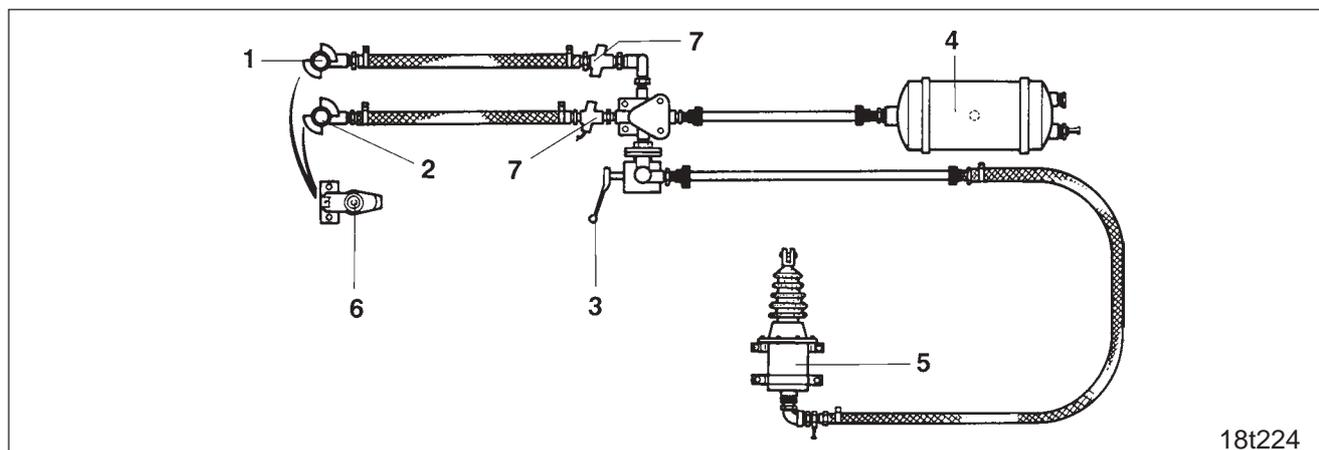

Fig. 40.7
2. Kupplungsköpfe vor dem Einkuppeln auf Sauberkeit überprüfen und auf richtiges Einrasten achten! Der Kupplungskopf (Fig. 40.7/1) für die Bremsleitung ist gelb markiert. Der Kupplungskopf (Fig. 40.7/2) für die Vorratsleitung ist rot markiert.
4. Handgriffstellung des Bremskraftreglers (Fig. 40.7/3) kontrollieren!
5. Falls erforderlich, Luftbehälter (Fig. 40.7/4) entwässern!
7. Bremszylinderkolbenhub kontrollieren! Der Hub des Bremszylinders (Fig. 40.7/5) darf nur zu zwei Drittel ausgenutzt werden, sonst Bremse nachstellen! Beschädigte Staubschutzhüllen erneuern!
8. Nach dem Abkuppeln Kupplungsköpfe schließen bzw. in die Leerkupplungen (Fig. 40.7/6) an Ihrer Maschine einhängen!
1. Einsätze der Rohrleitungsfilter (Fig. 40.7/7) überprüfen und reinigen!